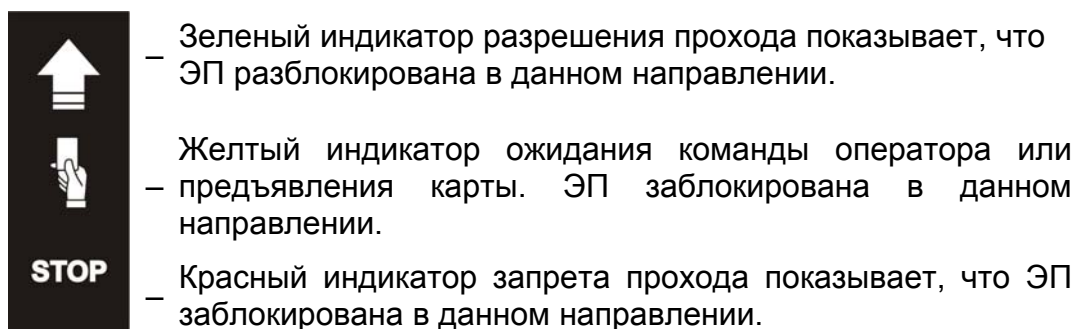

Рисунок 2. Мнемонические индикаторы блока индикации
Блоки индикации расположены на торцевых крышках (8) стойки ЭП и предназначены для информирования пользователей о текущем состоянии направлений прохода ЭП и установленных РКД. Индикация ЭП при подаче команд управления от ПДУ указана в табл. 1. Блок индикации имеет три мнемонических индикатора (рис. 2):